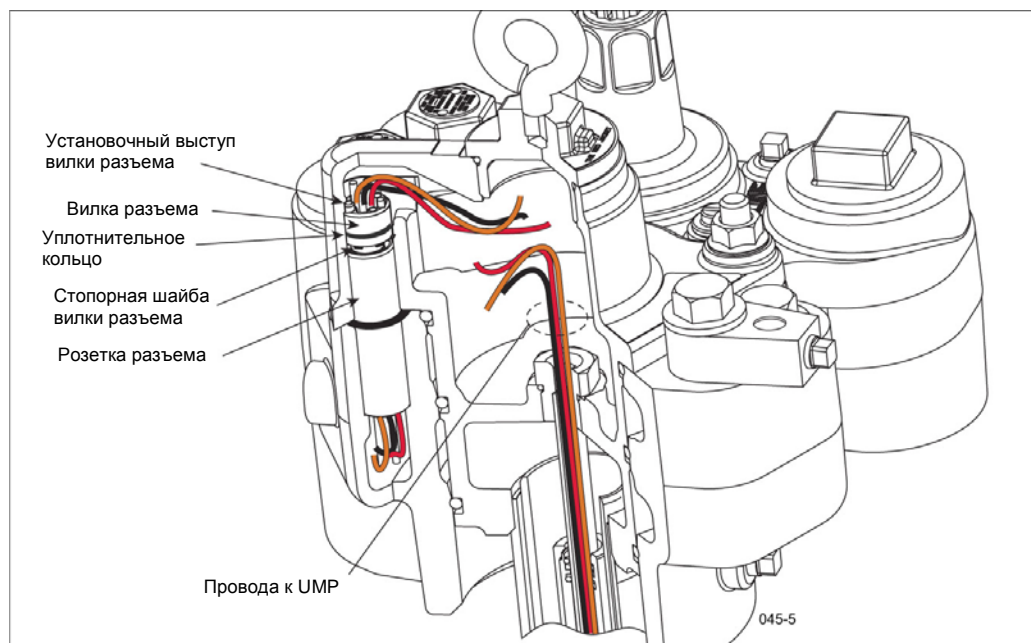

Рисунок 32. Разъемы электропроводки между пакером и манифольдом
5. Внутри пакера находится вилка разъема (см. рисунок 32).
27. Снимите уплотнительное кольцо розетки разъема манифольда. Из комплекта деталей электрического разъема возьмите уплотнительное кольцо с внутренним диаметром 0,862" и шириной 0,103" и смажьте его техническим вазелином на нефтяной основе. Вставьте это кольцо в паз манифольда вокруг розетки разъема (см. рисунок 32 на стр. 45).